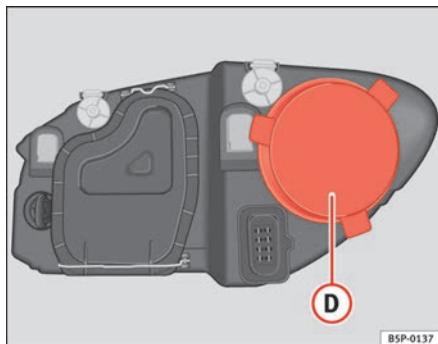

Abb. 191 Standlicht
- Den Deckel ⇒ Abb. 191 (D) abziehen.